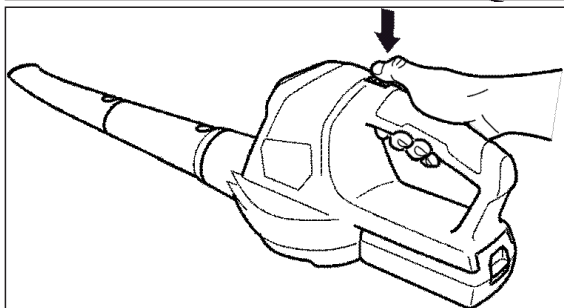

Fig 3
- Tenez fermement l'appareil comme sur la fig 3
- A l'aide du pouce droit, mettez l'interrupteur de commande à trois positions sur la position 1 pour une soufflerie modérée, ou sur la position 2 pour la soufflerie maximum (Fig 3).